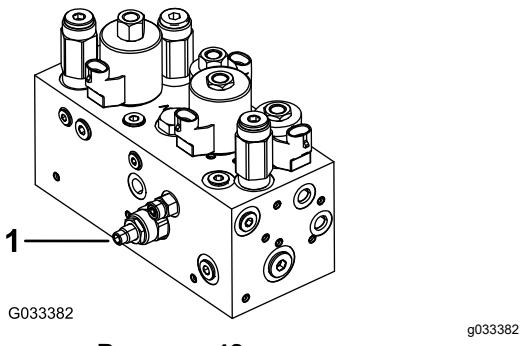

Рисунок 48
Гидравлический контур подъема/опускания режущих блоков оснащен клапаном-регулятором расхода (Рисунок 48). Этот клапан настроен на заводе-изготовителе в положение, соответствующее приблизительно трем оборотам в сторону открывания, но может потребоваться его регулировка для компенсации различий в температурах гидравлического масла, скоростей сбрасывания и т.п.
1. Поднимите сиденье и найдите клапан-регулятор расхода (Рисунок 48) для средней приводной рамы, расположенный на боковой стороне гидравлического коллектора.